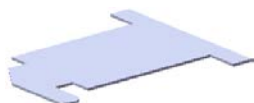
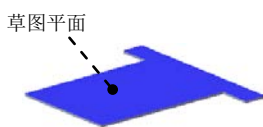

图 1.5 薄片 1
图 1.6 草图平面
Step3. 创建图 1.5 所示的钣金特征——薄片 1。
(1) 选择命令。选择下拉菜单 **插入(I)** → **钣金(B)** → **基体法兰(A)...** 命令 (或单击“钣金”工具栏上的“基体法兰/薄片”按钮 )。
(2) 定义特征的横断面草图。
① 定义草图平面。选取图 1.6 所示的模型表面作为草图平面。